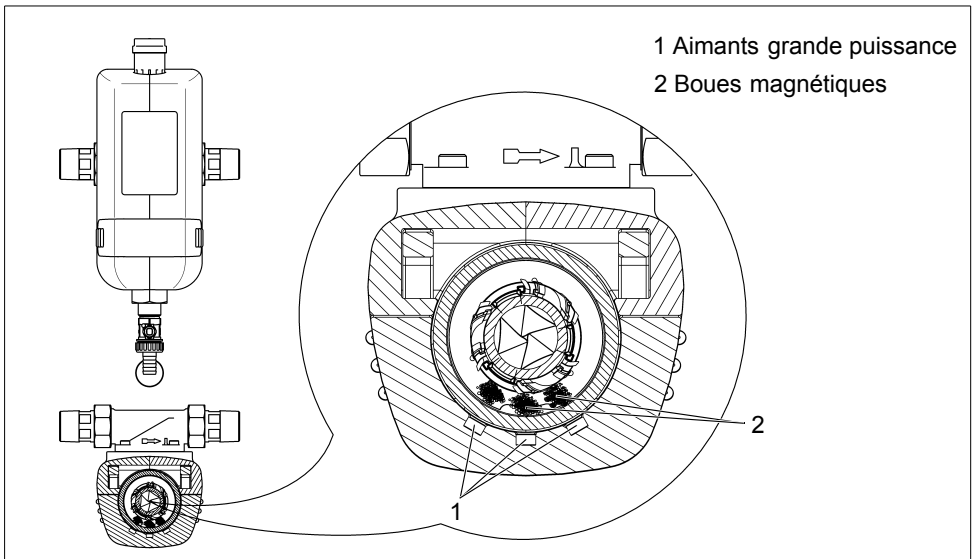

Fig. 6 : Séparateur magnétique en fonctionnement
Les trois aimants grande puissance (1) du JUDO MAFI retiennent les boues magnétiques (2) qui sont éliminées durablement par un lavage régulier (cf. fig. 6)